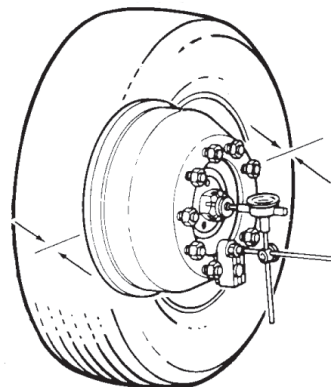

Figura 20
7. En los fijadores con doble tuercas, desplace la arandela de la tuerca de seguridad. Retire la contratuerca, la arandela de seguridad y la arandela de seguridad con huecos. Figura 20.